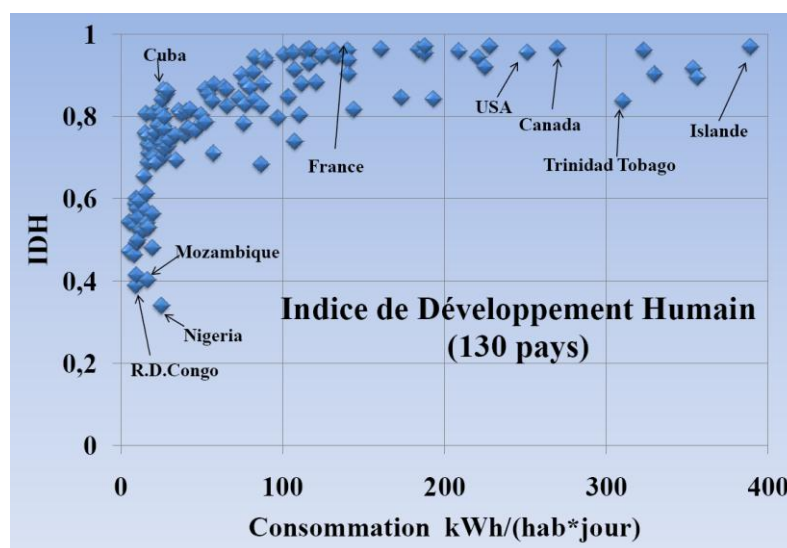

Figure 1
1.2 Interpréter la figure 1 en 10 lignes maximum.
La consommation d'énergie par habitant est liée au bien-être social d'un pays. Celui-ci peut être mesuré par l'« indice de développement humain » (IDH), indice basé sur des mesures de santé, de longévité, d'éducation et de niveau de vie. La figure 1 représente l'indice de développement humain en fonction de la consommation globale d'électricité par habitant et par jour pour quelques pays.